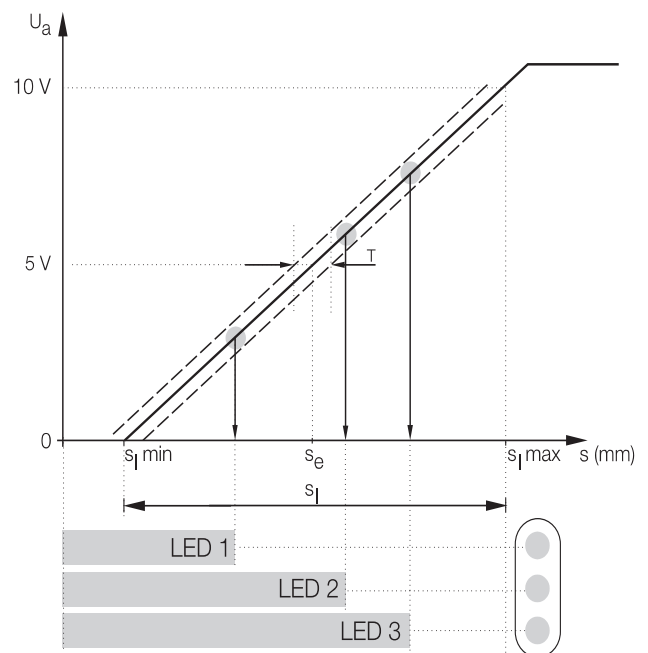

Bild 1: Analogsignal im Linearitätsbereich
- 4 Das zu erkennende Objekt (Maschinenteil etc) an die gewünschte Schaltstellung oder an einen definierten Punkt (z.B. 4 mm vor dem Sensor) innerhalb des Sensor-Linearitätsbereichs positionieren (Bild 1).